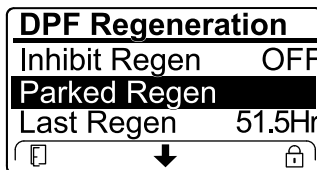

Bild 60
- Wenn der Motorcomputer eine Wiederherstellung-Regenerierung anfordert oder eine Wiederherstellung-Regenerierung ausführt und Sie auf die Option PARKED REGEN navigieren, ist die geparkte Regenerierung gesperrt und das Schloss-Symbol (Bild 60) wird unten rechts im InfoCenter angezeigt.